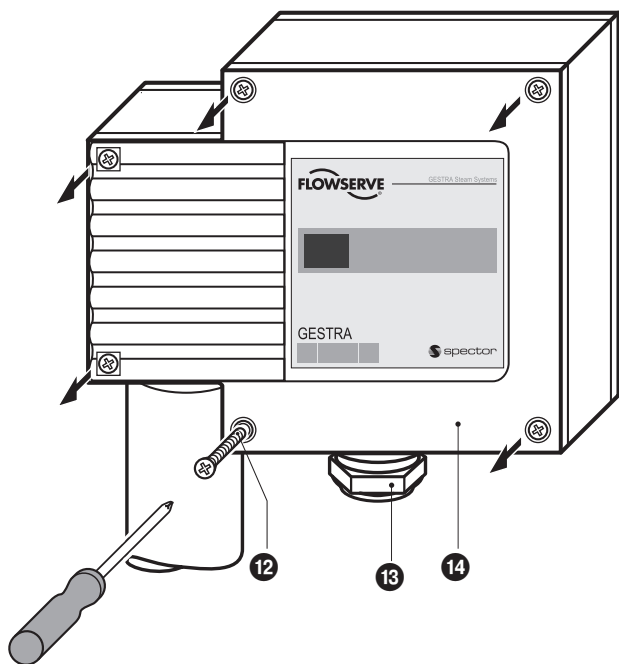

Рис. 11
1. Ослабить винты **12** и снять крышку корпуса **14**. **Рис. 11**. На эту крышку указывает стрелка на фирменной табличке.
1. Ослабить винты 12 и снять крышку корпуса 14. **Рис. 11, 12**